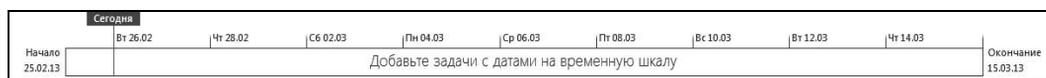

Рис. 4.1. Представление **Временная шкала**
- ♦ **Временная шкала** (рис. 4.1). Эта форма представления информации появилась только в версии MS Project 2013.
Временной шкалой в MS Project называется компактное представление графика выполнения проекта в виде одной полоски, на которую нанесена календарная шкала и наиболее значимые работы проекта. Образец такого представления показан на рис. 4.1 между лентой меню и диаграммой Ганта.